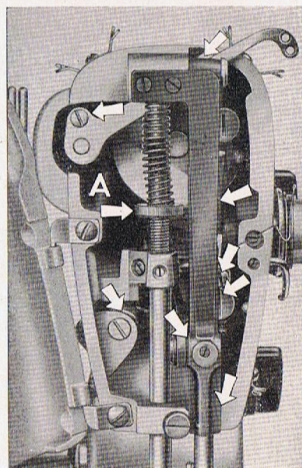

Abb. 64.
Dabei soll man die Maschine nur mit Öl anfeuchten. Viel Öl hat gar keinen Zweck, es rinnt nur heraus und beschmutzt die Näharbeiten. Abbildung 64 zeigt Öllöcher und Ölstellen, die vorne im oberen Arm der Maschine zugänglich werden, wenn man den Deckel öffnet.
3. Der Druck des Nähfusses ist zu schwach. Den Druck verstärken, indem man die Einstellmutter nach rechts dreht (A in Abb. 64).
6. Der Nähfußdruck ist zu schwach, besonders beim Nähen in dickem Stoff. Einstellmutter nach rechts drehen (A in Abb. 64).
3. Der Nähfußdruck ist zu stark. Die Einstellmutter (A in Abb. 64) nach links drehen.
1. Der Nähfußdruck zu gross. Die Einstellmutter etwas lösen (A in Abb. 64).